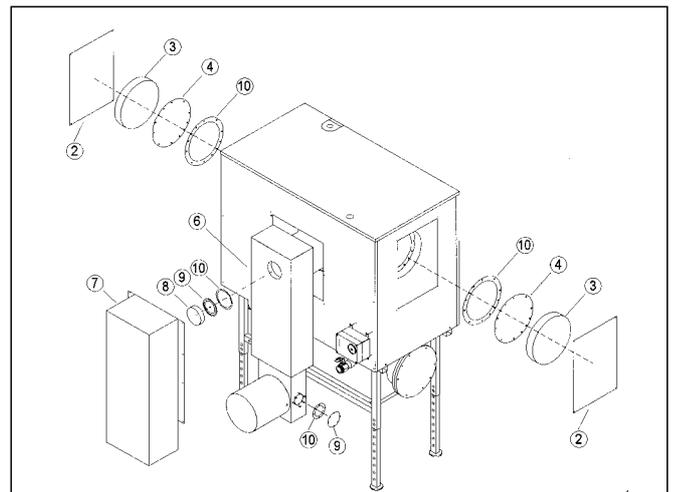

Abb. 15: Öl-Brennwert-Wärmetauscher des Logano GE 515
Gehäuseblech links oder rechts (Abb. 15, Pos. ②) abschrauben und Wärmedämmung entnehmen.